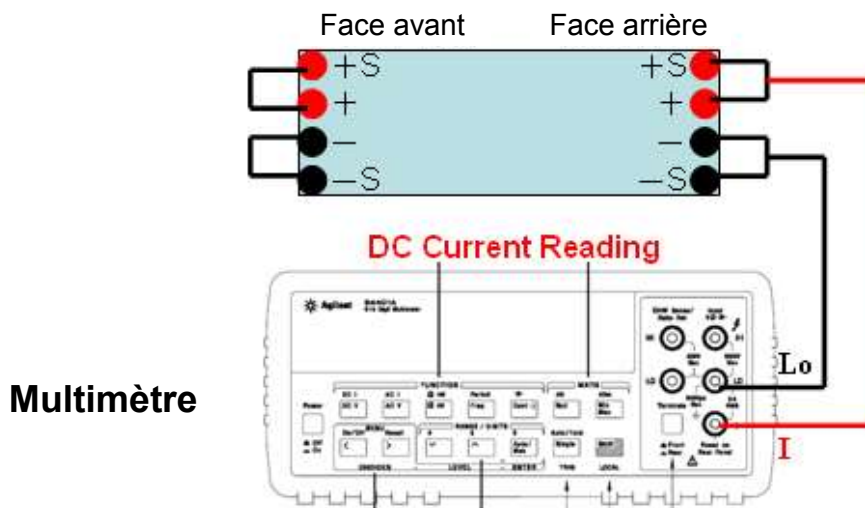

Figure 31 – Configuration de l'étalonnage du courant
- Si le courant de sortie maximum de l'alimentation est compris dans la limite de courant du multimètre, alors utilisez les branchements de câbles indiqués dans la Figure 31 pour étalonner le courant.